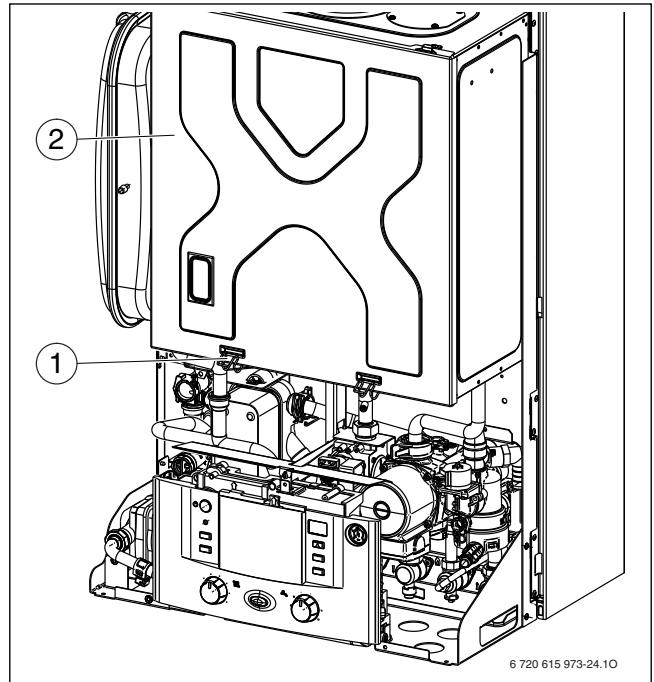

Fig. 54 Abrir a caixa estanque
- ▶ Remover os dois grampos (1) e retirar a tampa da caixa de ar (2) para cima (→ fig. 54).